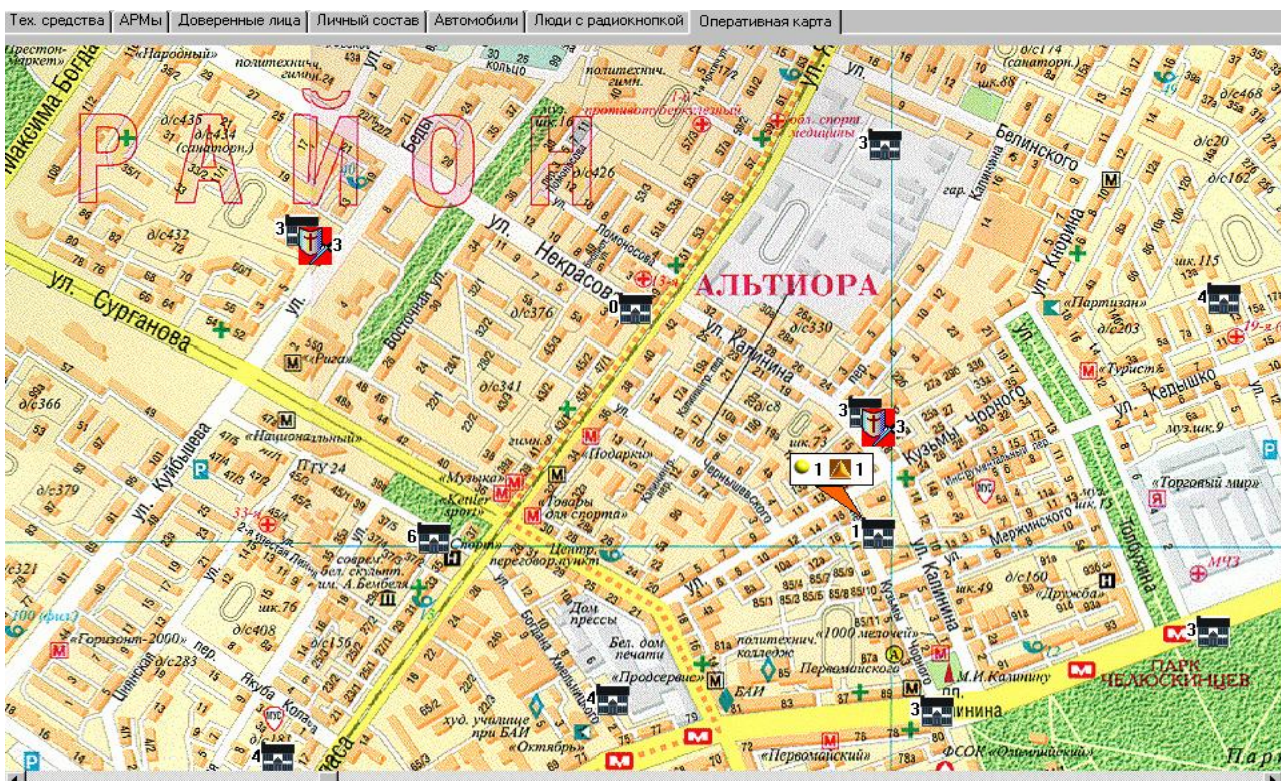

Рисунок 57
4.7.1 Для работы с картой плана местности следует выбрать закладку основного меню «Оперативная карта» (рисунок 57). ПО ПЦН поддерживает работу с двумя масштабами растровых изображений плана местности: общая карта местности ($\approx 1:100000$) и подробный план местности ($\approx 1:10000$). Переход между масштабами осуществляется двойным нажатием правой клавиши мыши. На экране отображается информация о привязанных зданиях, количестве задействованных паролей под данным зданием и состоянии последних (раздел 5 настоящего РЭ).